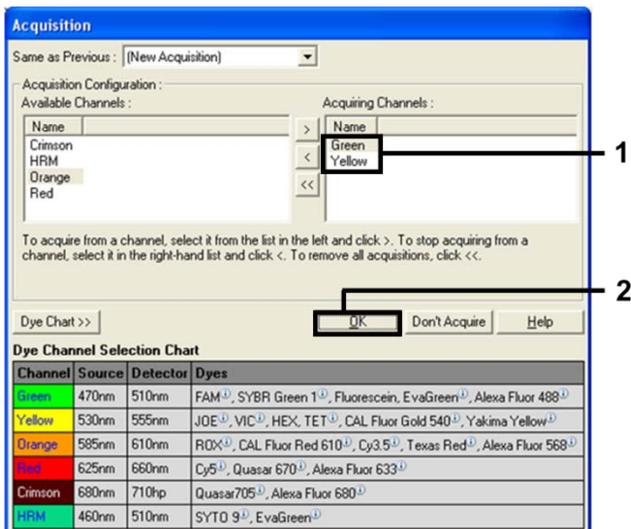

Figure 8. Acquisition à l'étape de cycle à 60 °C.
10. Définir Green et Yellow comme canaux d'acquisition en sélectionnant > pour les transférer depuis la liste « Available Channels » (Canaux disponibles). Cliquer sur OK (figure 8).